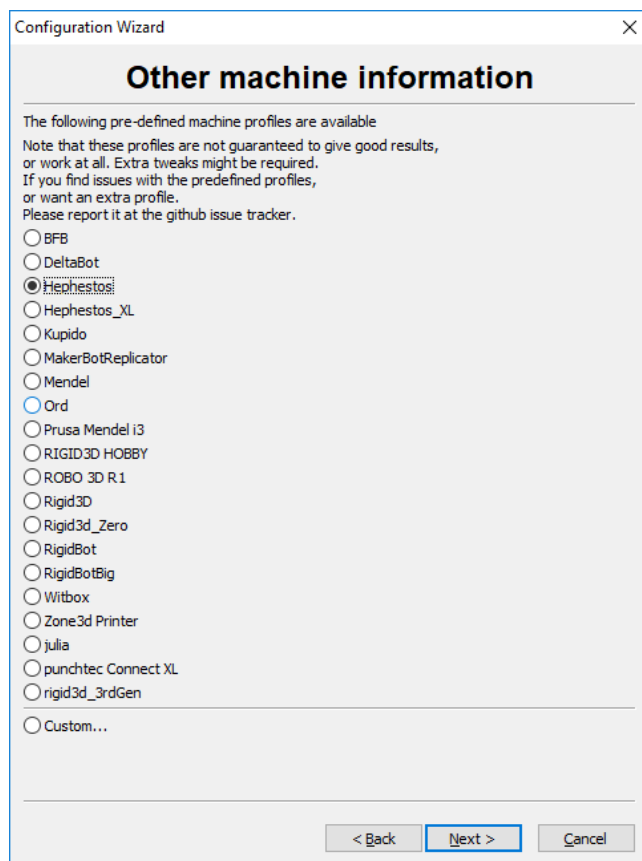

Рис. 10
3. На третьем шаге нам предлагают более подробный список моделей принтеров, среди которых есть Hephestos. Его и выбираем (рис. 10).